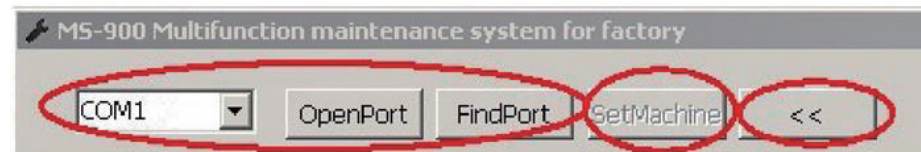

Рисунок 1
2. Нажмите «Find Port» («Найти порт»). ПО выполнит поиск порта и автоматически подключит прибор. Чтобы отключить, нажмите на «Close» («Закрыть») (рисунок 1).